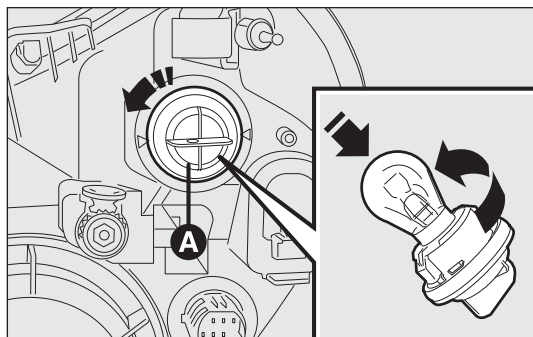

fig. 185
- ☐ tourner la douille A-fig. 185 dans le sens inverse des aiguilles d'une montre et l'extraire;